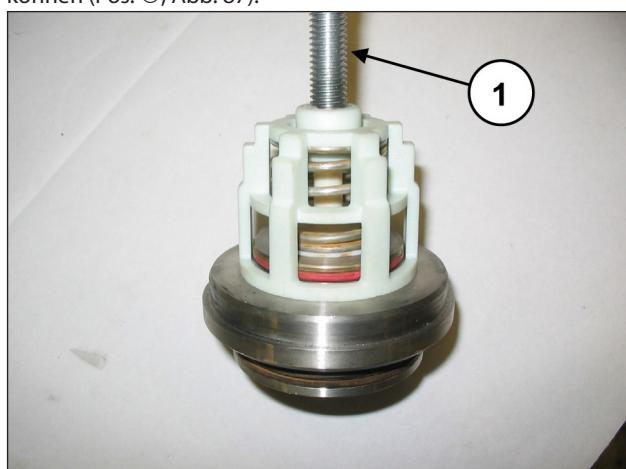

Abb. 87
Bauen Sie die Saug- und Druckventilgruppen durch Anziehen einer Schraube M10 aus, um durch Drücken auf die innere Führung die Ventilführung aus dem Ventilsitz herausziehen zu können (Pos. ①, Abb. 87).